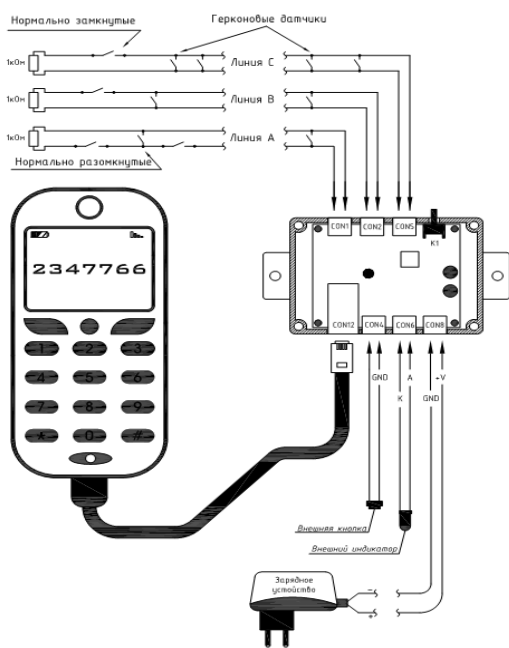

Рис. 2 Схема подключения устройства
Установка Устройства осуществляется в соответствии монтажной схемы **Рис. 2**
Подключение шлейфов сигнализации А, В, С, внешней кнопки управления, внешнего светодиода и питания производится с помощью разъемов согласно рис.2. После подключения питания устройство готово к работе. Если будут использоваться не все каналы, то неиспользованные должны быть зашунтированы резистором 1 кОм.
1. Визуально проверьте правильность монтажа устройства, согласно монтажной схемы **Рис. 2**;
Центральной частью схемы является микроконтроллер IC1. Он тактируется с использованием внешнего керамического резонатора. На IC2 реализован стабилизатор 3.3В. На разъем CON8 подается входное напряжение (полярность указана на **Рис. 2**). К CON4 подключается внешняя кнопка (дублирующая K1), к CON6 – внешний светодиод (дублирующий LED1). К CON12 подключаются интерфейсные линии сотового аппарата. На разъемы CON1, CON2, CON3 подключаются линии охраны соответственно с первой по третью.